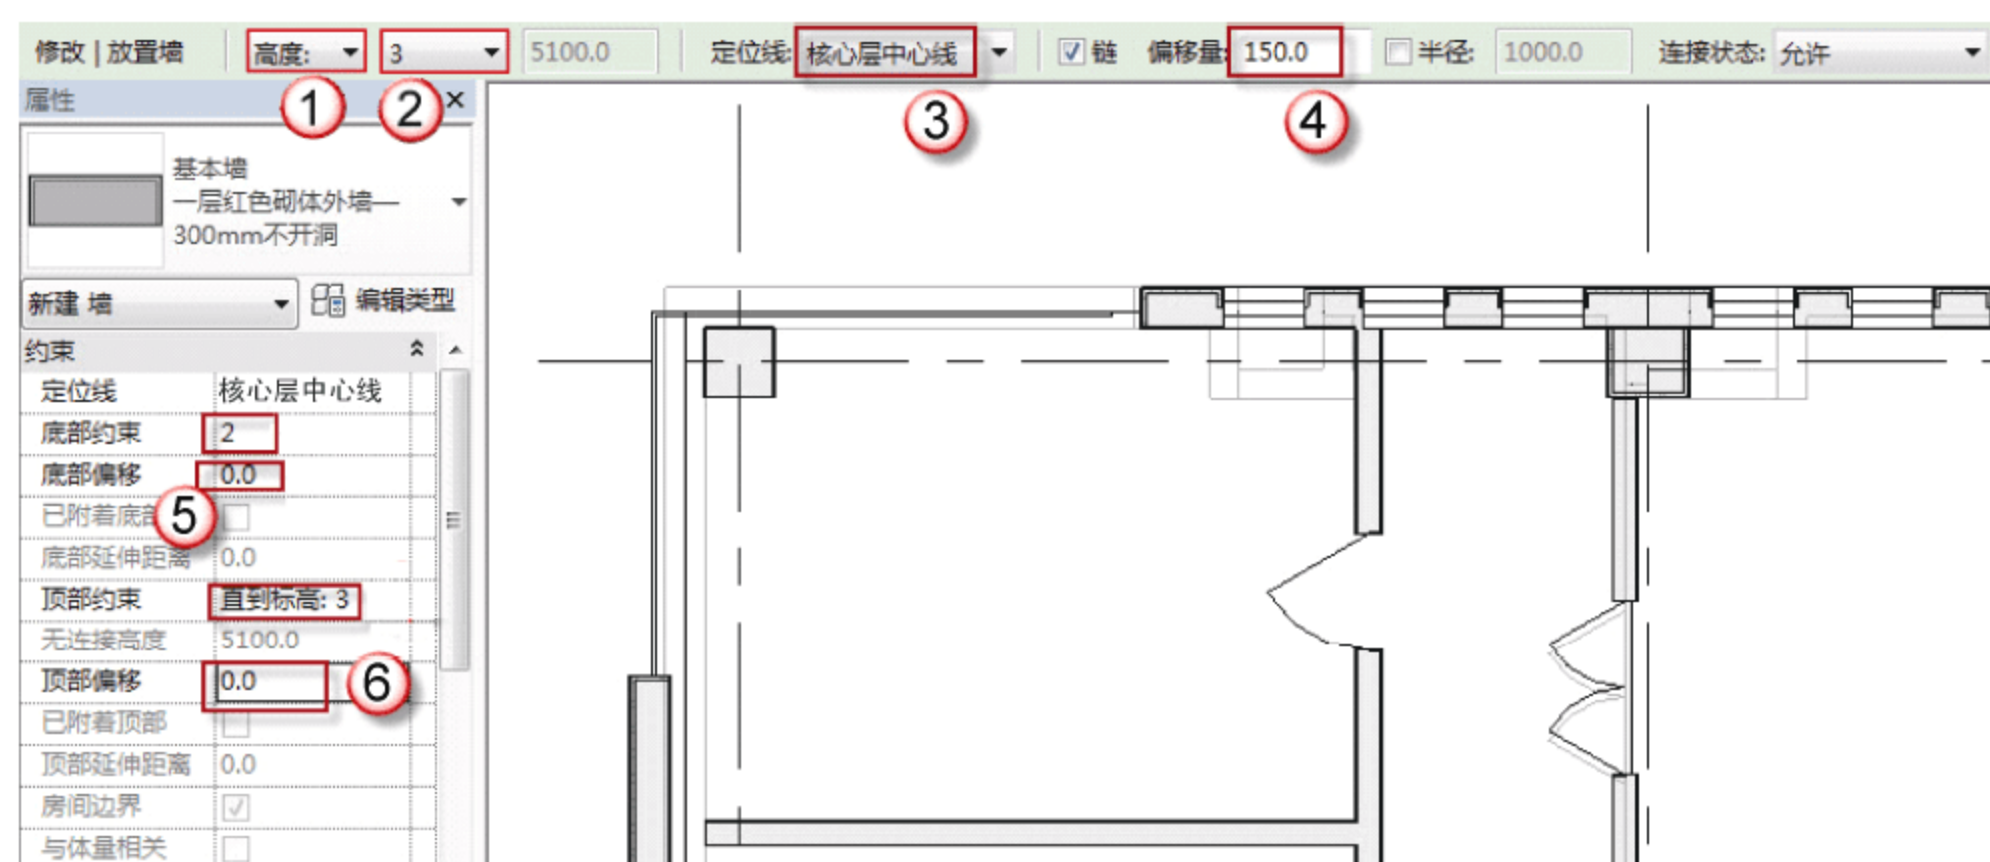
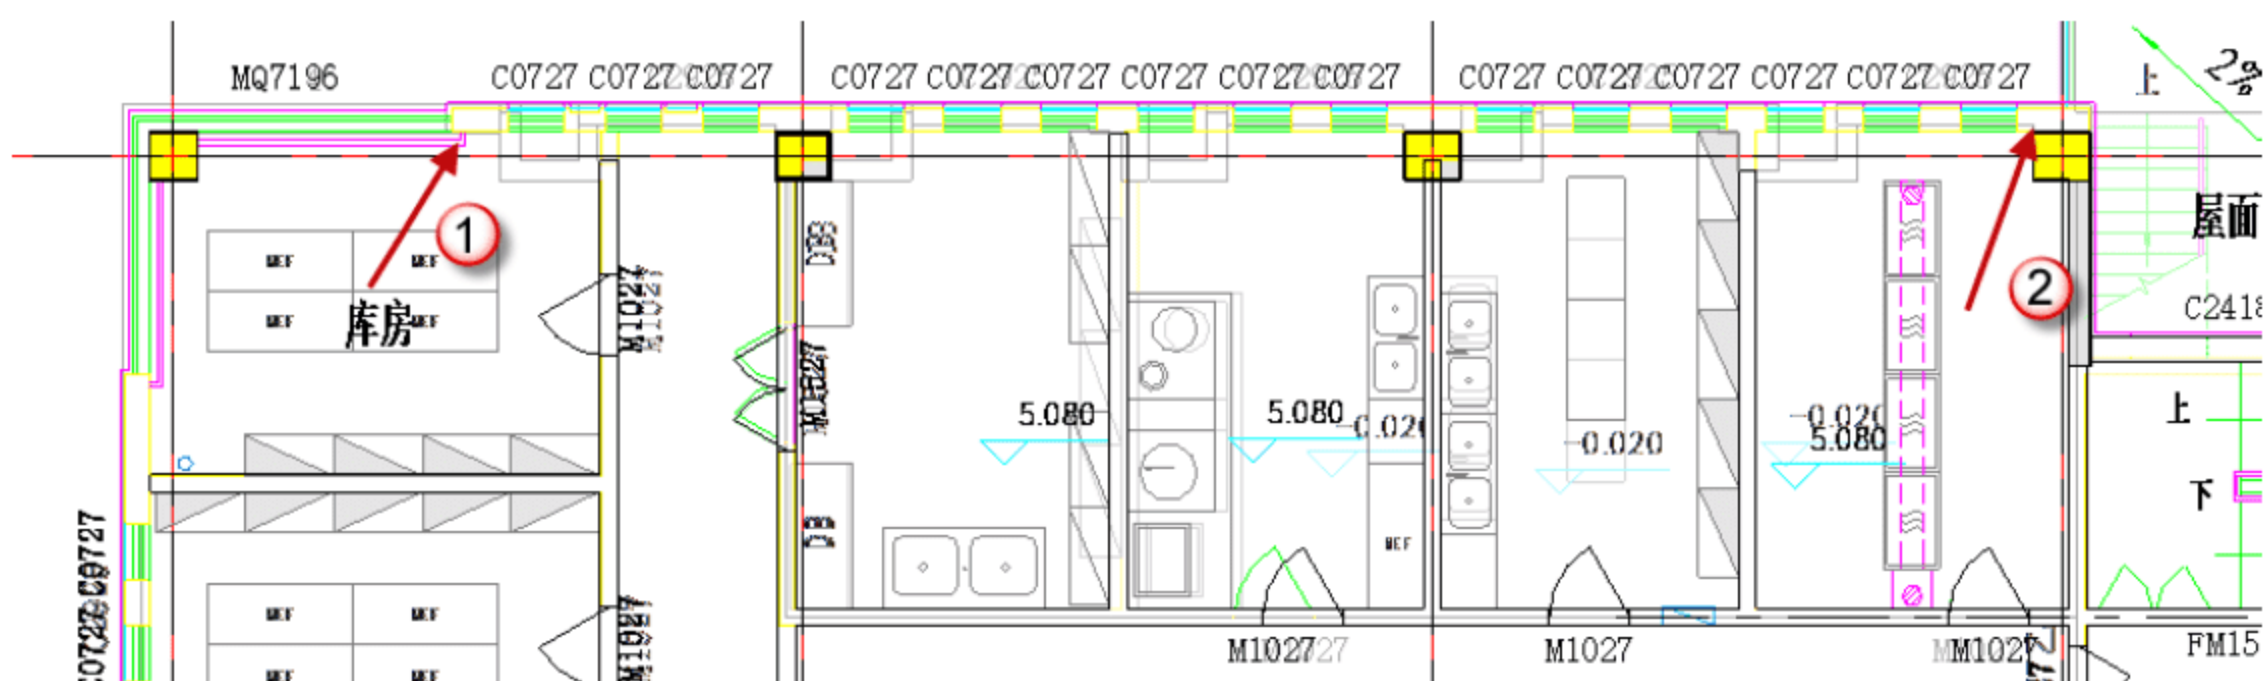

图 11.1.14 完成参数设置
图 11.1.15 外墙绘制捕捉参考图
(2) 绘制二层的外墙。选择“建筑”→“墙”→“墙：建筑”命令，也可以直接按快捷键 W+A。选择“砌体内墙-200mm”墙族，将墙的绘制方式改为“直线”绘制方式，“底部限制条件”为“2”层，设置选项栏中的“高度”为“3”，设置“定位线”为“核心层中心线”，将“偏移量”改为“150mm”，“底部偏移”为“0”，“顶部偏移”也为“0”，如图 11.1.14 所示。参数设置完成后，参考图 11.1.15 所示捕捉位置，按顺时针方向依次绘制出二层的外墙。绘制完成后按 Esc 键，可以退出外墙绘图界面。按快捷键 F4 进入三维视图模